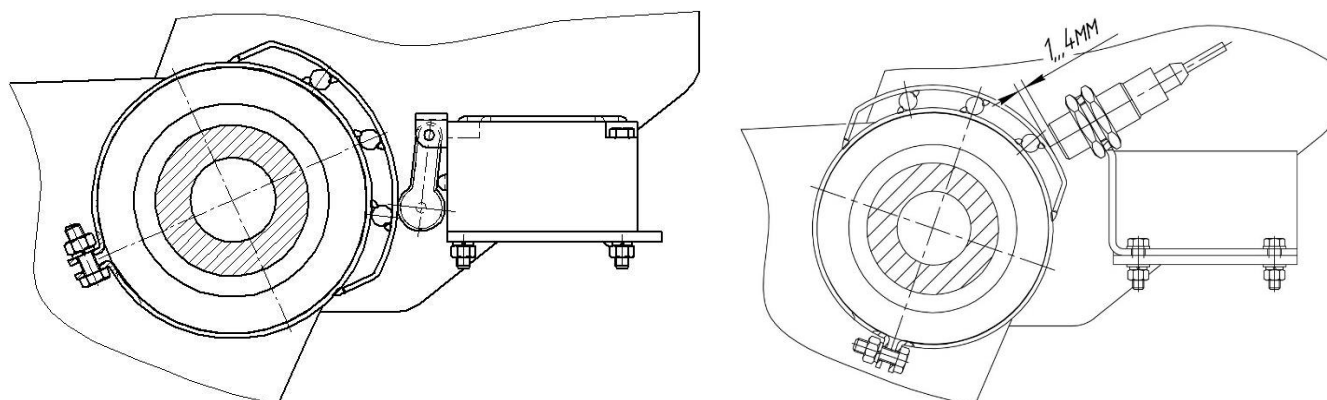

Рис. 6.4.12
5. В рабочем положении при севе, когда рабочие органы находятся в земле, выключатель сжат, и ролик находится на выступе кулачка. А индукционный датчик в этом случае должен находиться на расстоянии от 1 до 4 мм (См. рис.6.4.12).
**ЭТО ВАЖНО:** Конструкция концевого выключателя подразумевает две пары контактов при подключении электропровода к нему. Одна пара работает на замыкание контактов, другая на размыкание. При подключении электропроводов нужно использовать пару контактов, работающую на **размыкание** – нормально-замкнутую. То есть в рабочем положении посевного комплекса при севе (рис. 6.4.12) контакты концевого выключателя должны быть разомкнуты.